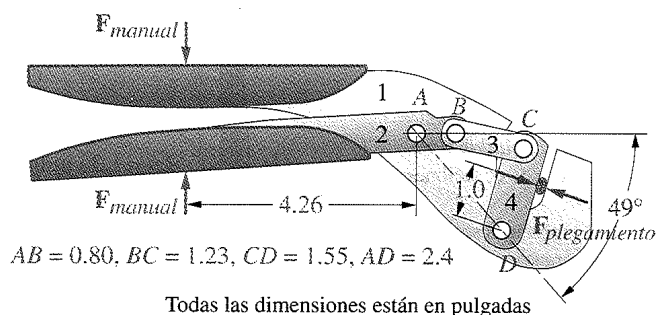

FIGURA P6-20 Problema 6-57 Herramienta plegadora
*6-57 La figura P6-20 muestra una herramienta plegadora.